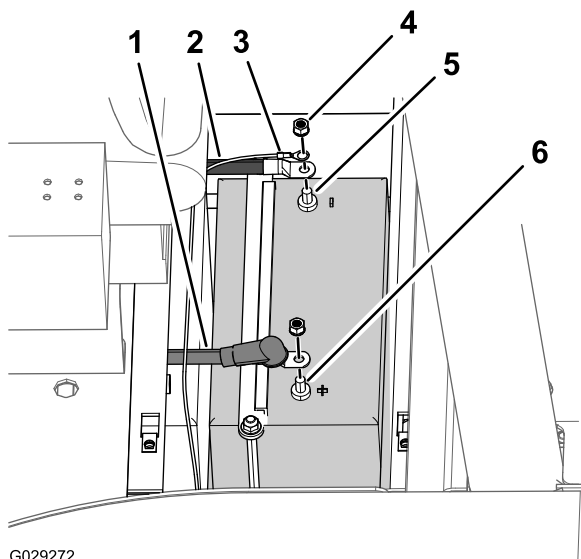

Figura 2
5. Remova a porca autotravante (3/8 pol.) que prende o cabo negativo da bateria e o terminal ao polo negativo da bateria e remova os cabos da bateria (Figura 2).
6. Recue a capa isoladora e remova a porca autotravante (3/8 pol.) que prende o cabo positivo ao polo positivo da bateria e remova o cabo da bateria (Figura 2).